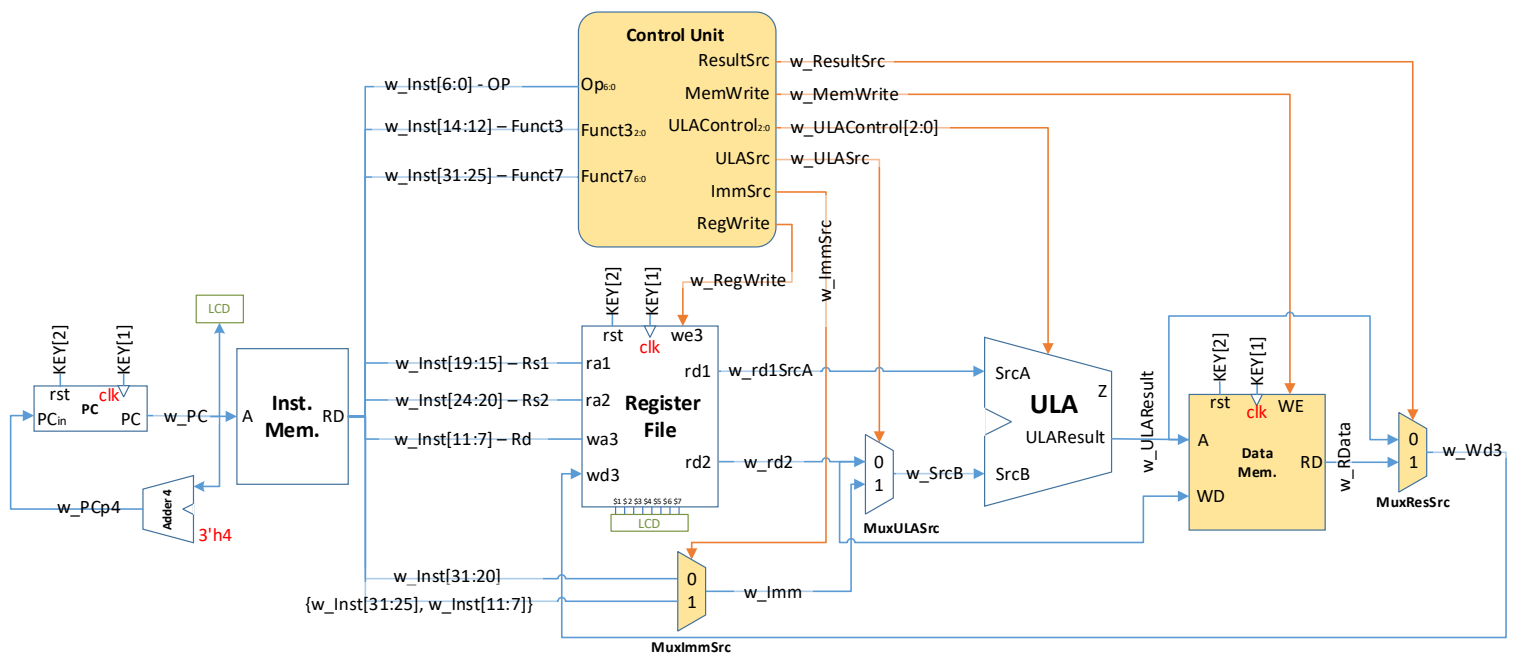

Figura 2 – Processador V0.2
4. A fim de completar a próxima versão da CPU v0.2, todos os módulos desenvolvidos até agora devem ser **instanciados** e **conectados** conforme o circuito da Figura 2.